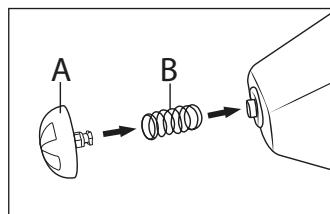
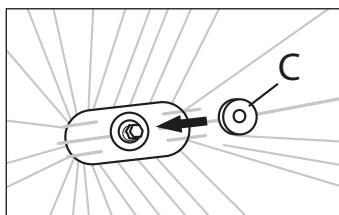

Abb. 2
Abb. 3
- Der Permanentfilter ⑬ kann sich durch den Gebrauch mit Kaffeepulver dauerhaft verfärbten. Dies ist normal und stellt keine Qualitätsminderung dar.
- Tauschen Sie den Permanentfilter ⑬ aus, wenn er undicht oder anderweitig defekt ist. Beachten Sie hierfür das Kapitel „**Ersatzteile bestellen**“.
- Zum Reinigen des Filterhalters ⑪ nehmen Sie den Wasserauslauf mit Tropfstopp auseinander, indem Sie am Tropfstop A ziehen. Passen Sie auf, dass die einzelnen Teile nicht herunterfallen: die Feder B kann wegspringen und die dehbare Scheibe C kann verloren gehen.
Reinigen Sie die Teile in Spülwasser und bauen alles wieder zusammen. Hierzu drücken Sie den Tropfstop A samt Feder B in die Öffnung des Wasserauslaufs (siehe Abb. 2). Ziehen Sie dann die dehbare Scheibe C innerhalb des Filterhalters ⑪ über das sternförmige Ende der Tropfstopfachse, um die Teile abschließend zu fixieren (siehe Abb. 3).